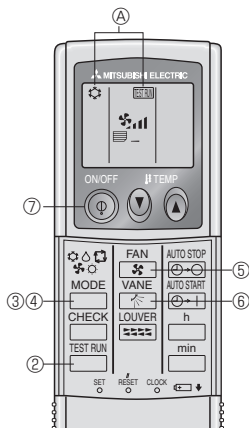

Fig. 7-2
7.2.2. De draadloze afstandsbediening gebruiken (Fig. 7-2)
- ① Schakel minstens 12 uur voor het proefdraaien de netspanning op het apparaat.
- ② Druk twee keer achter elkaar op de toets TEST .